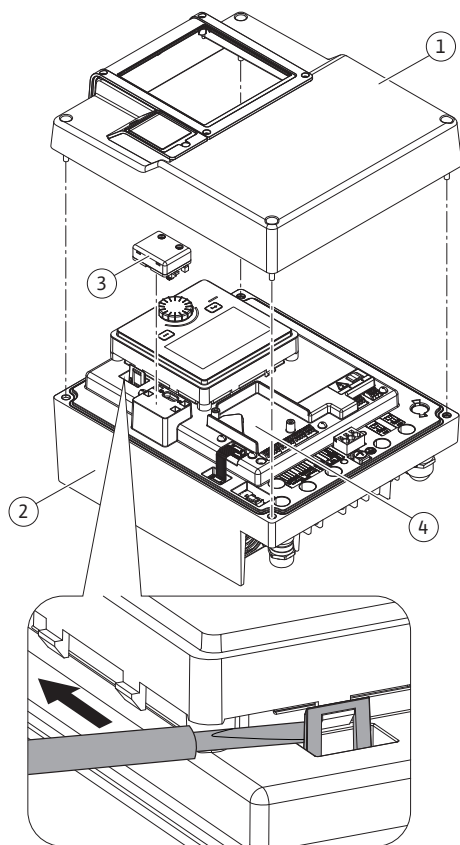
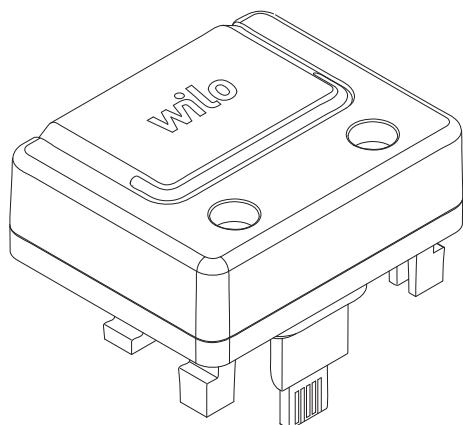

Fig. 25: Module électronique
Fig. 26: Module BT Wilo-Smart Connect
1. Ouvrir avec précaution les crochets d'encliquetage (Fig. 25) à l'aide d'un outil (p. ex. un tournevis).
L'interface Bluetooth du module BT Wilo-Smart Connect (Fig. 25, pos. 3 et Fig. 26) permet d'établir la connexion avec des appareils mobiles, comme les smartphones et les tablettes. La fonction Wilo-Smart Connect se trouve dans l'application Wilo-Assistant. La fonction Wilo-Smart Connect permet de commander et de régler la pompe, mais également de consulter ses données de fonctionnement. Voir les réglages au chapitre « Mise en service » [► 284].
1. Desserrer les quatre vis de la partie supérieure du module électronique (Fig. 25, pos 1 ; Fig. I, pos. 2).
3. Insérer le module BT Wilo-Smart Connect dans l'interface Wilo-Connectivity Interface prévue à cet effet. Voir Fig. 25, pos. 3.
Les modules CIF (accessoires) servent à établir une communication entre les pompes et la gestion technique de bâtiment. Les modules CIF sont enfichés dans le module électronique (Fig. 25, pos. 4).